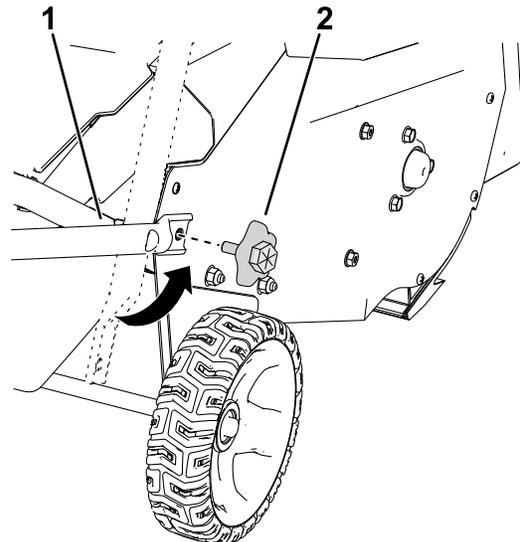

Figura 5
5. Spostate in posizione la stegola inferiore e installate le manopole della stegola inferiore come illustrato nella Figura 5.